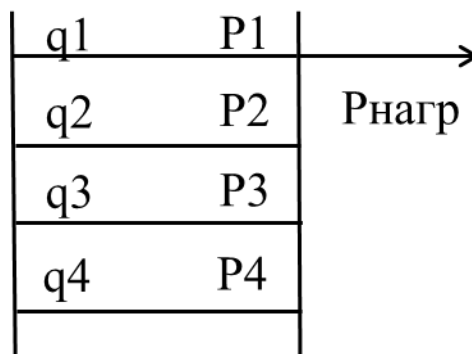

Рис. 2. Схема электропередачи
**Задача 2.** Вычислить вероятность передачи электрической мощности  $P_{нагр}$  и  $P_{нагр}/2$  в соответствии с исходными данными и электрической схемой (табл. 2, рис. 2).